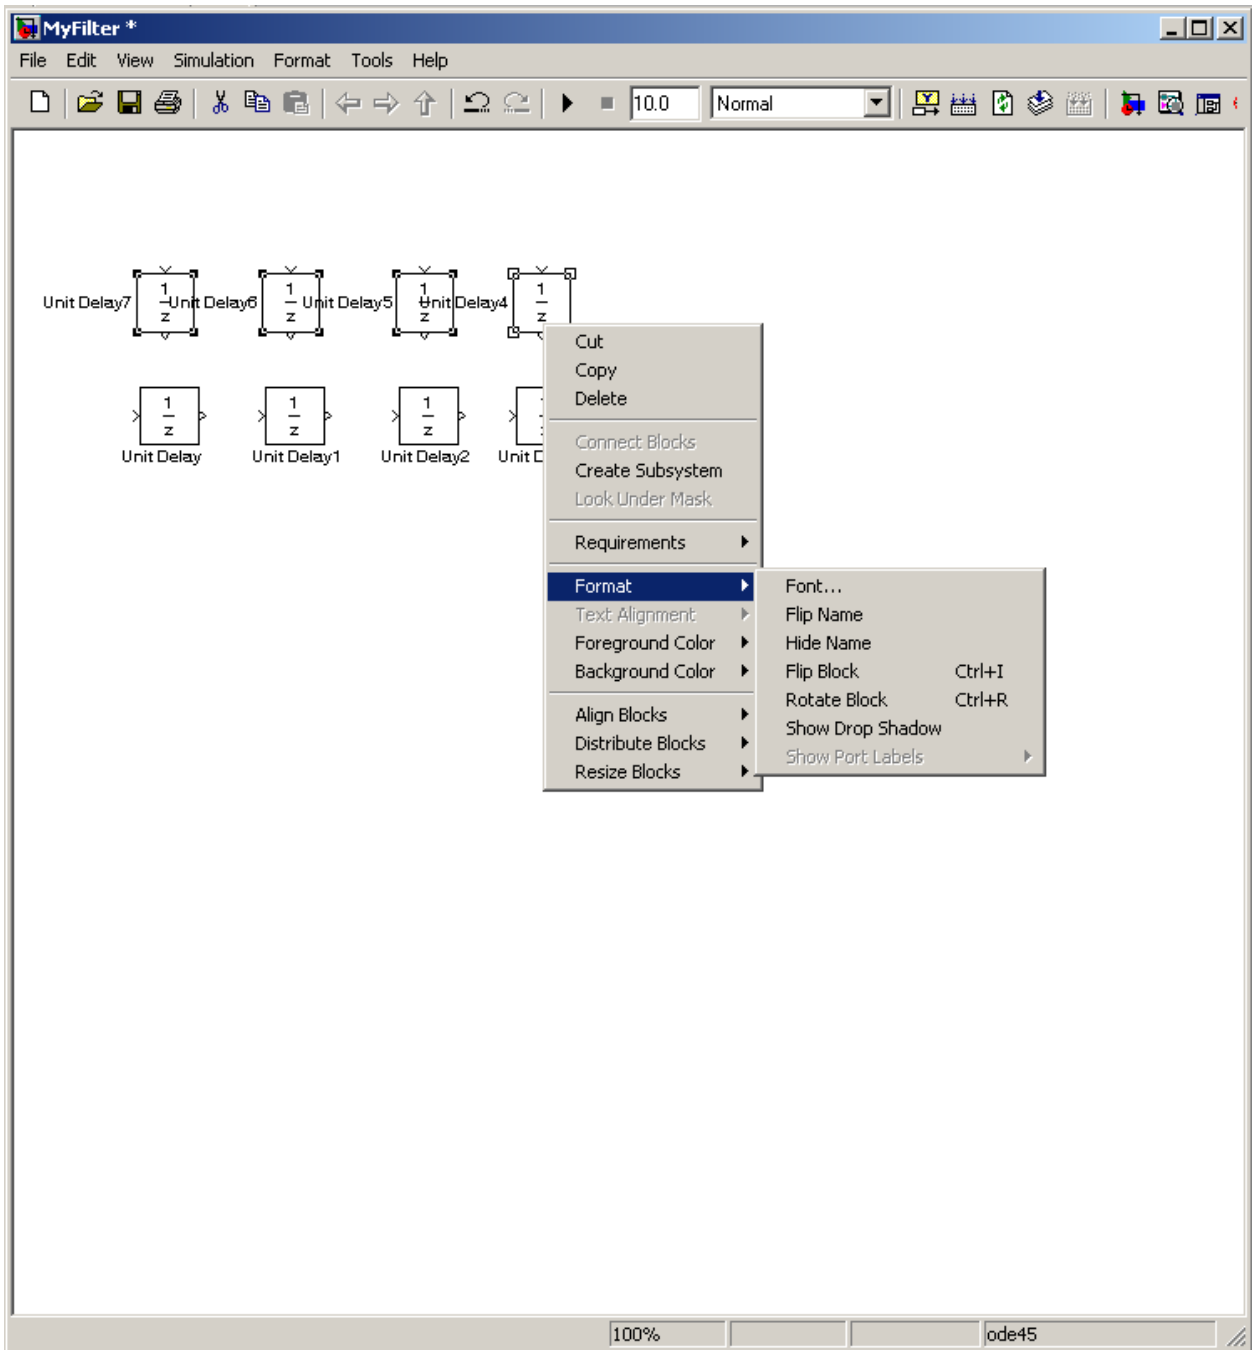

Рис. 5. При нажатии на правую кнопку «мыши» становится доступным выпадающее меню
6. Разверните 4 блока верхнего ряда на 180 градусов. Для этого выделите эти блоки и в выпадающем меню, доступном по нажатию правой кнопки «мыши», выберите позицию Format/Rotate block (рис. 5).